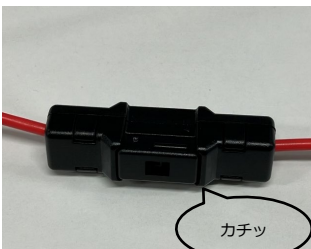

図 6
- ② フタを閉じてください。閉じる際は、閉まる音がするまで確実に閉じてください。(図 6)
- ③ 正常に動作することを確認して、ご使用ください。